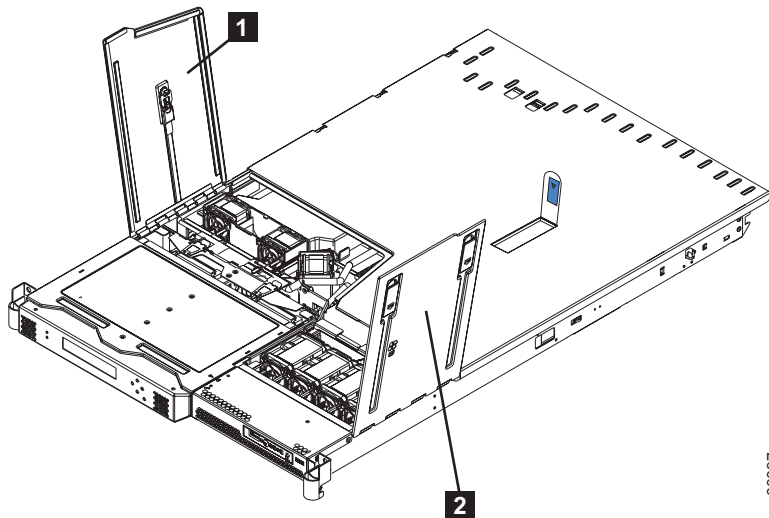

図 87. ファン・ドアを開いた状態の SAN ボリューム・コントローラー 2145-8F2 または SAN ボリューム・コントローラー 2145-8F4
4. ファン・ドア (115 ページの図 87 の **1**) を閉じて、ラック内にノードを戻します。